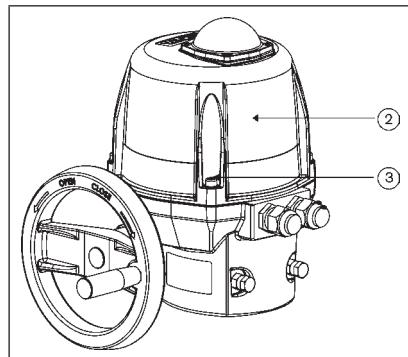

Bild 11:
- Haube 2 durch Lösen der vier Befestigungsschrauben 3 entfernen (siehe „Bild 11“).